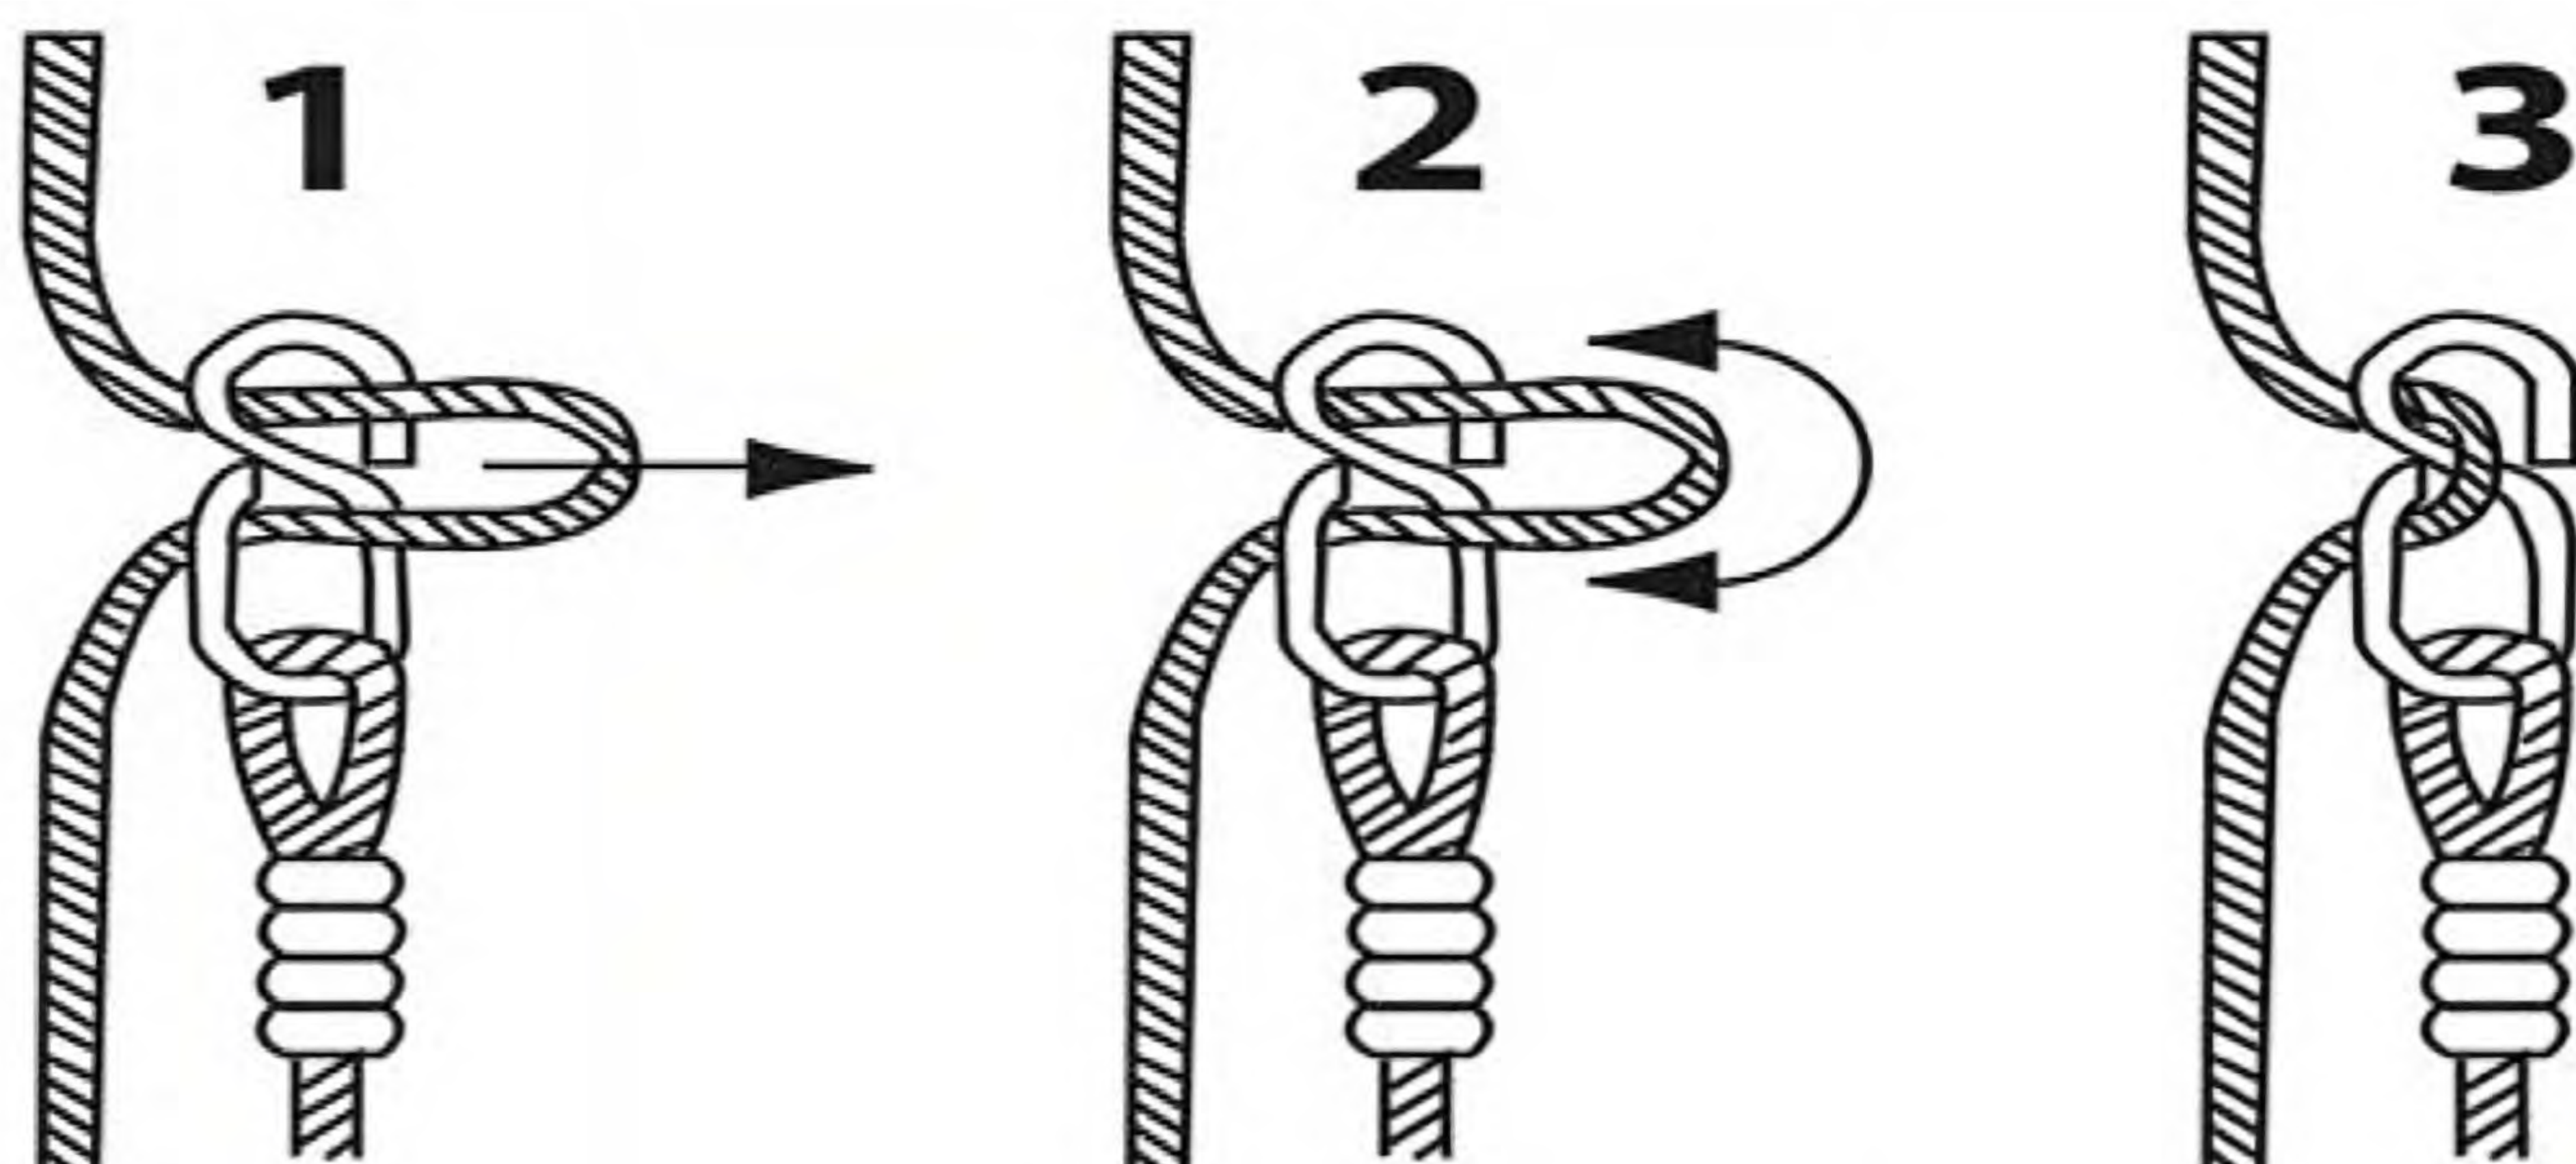

Рисунок 2
- Конкретные инструкции по регулировке длины каната: “Инструкция по сборке”, Рис. 2. Убедитесь, что продукт подвешен горизонтально после регулировки тросов.